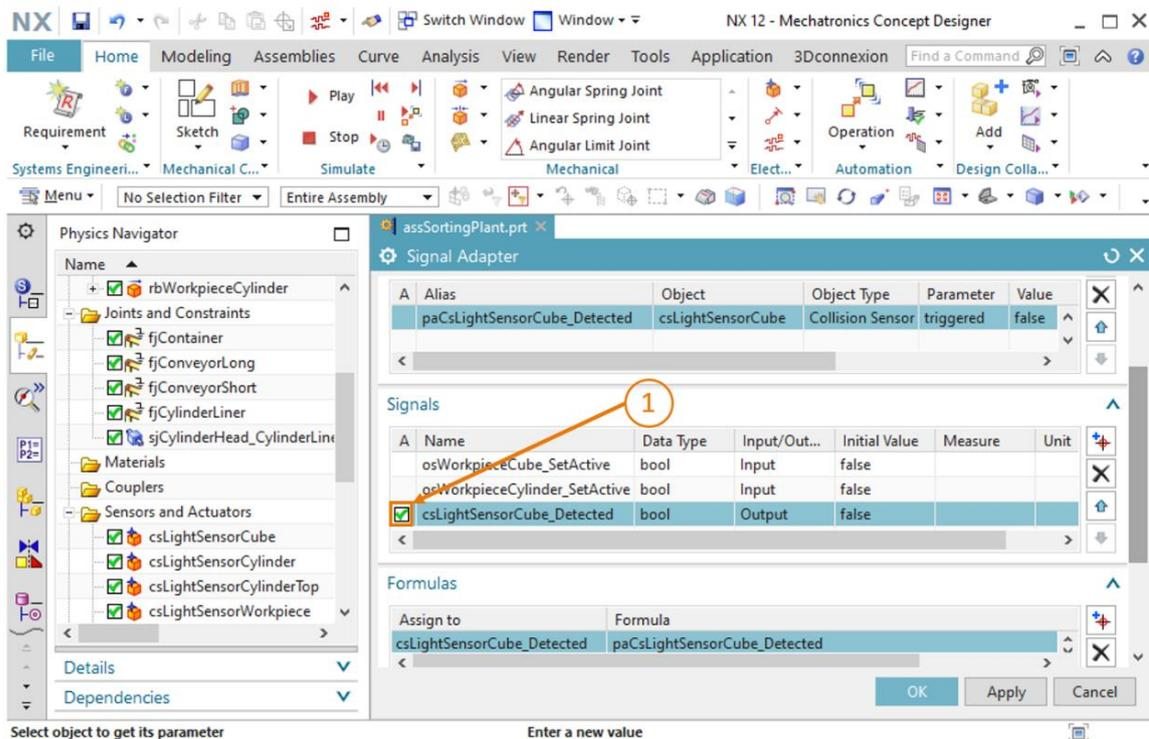

Figura 9: Creazione di un segnale di uscita per una fotocellula
- Creare nell'adattatore di segnale un nuovo parametro con l'alias "**paCsLightSensorCube_Detected**" per il parametro "**triggered**" del sensore d'urto "**csLightSensorCube**". Per il segnale associato specificare un segnale **booleano** con il nome "**csLightSensorCube_Detected**". Questo segnale deve essere definito come "**output**", perché il parametro "**paCsLightSensorCube_Detected**" nella colonna "**Read/Write**" (lettura/scrittura) ha il valore "**R**" e quindi deve essere letto. Assegnare al segnale il valore di uscita "**false**". Mettere il segno di spunta davanti al segnale come indicato nella Figura 9, step 1 in modo da poter assegnare una formula al segnale di uscita. Utilizzare come formula per il segnale "**csLightSensorCube_Detected**" l'assegnazione diretta del parametro "**paCsLightSensorCube_Detected**".